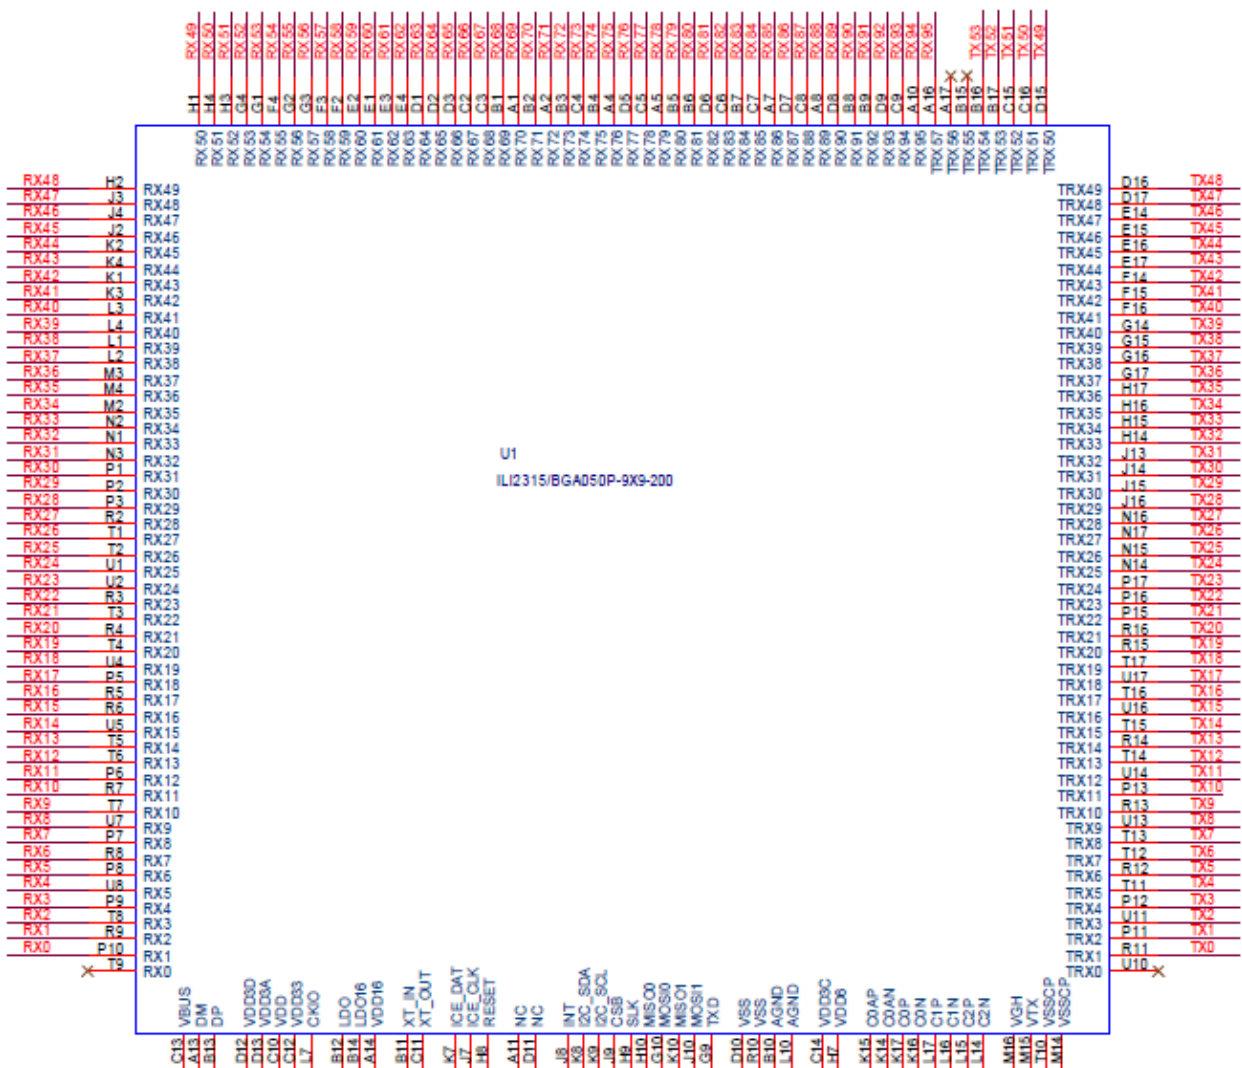

Figure 5-72: 設定接收端通道總數腳位示意圖
- 範例說明：下圖 Figure 5-72 示意，ILI2315 IC 電路圖。RX 通道加總後為 96 個通道，即 RX_CH_NUM = 96。